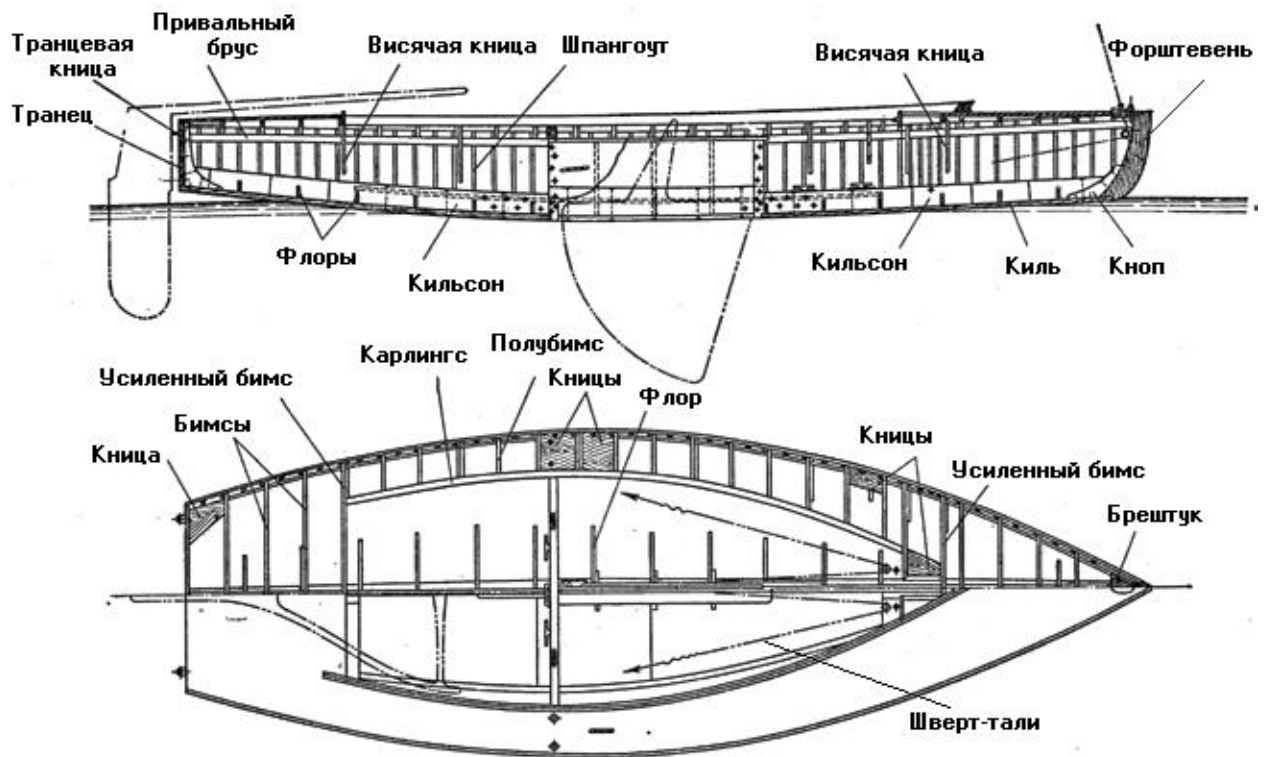

Рис. 26. Конструкция корпуса швертбота
Основное назначение **флоров** - скрепление ветвей шпангоутов, соединение их с килем и укрепление днищевой части обшивки. На флоры у швертботов и мелких килевых яхт обычно кладутся слани. На некоторых швертботах поверх флоров вдоль киля кладется **кильсон**- продольный брус, дополнительно укрепляющий корпус в продольном направлении (рис. 26).
**Швертовый колодец** (см. рис. 26) имеет основание из двух досок, обычно дубовых, притянутых к килю болтами. Поверх основания набраны стенки из более тонких досок. Сзади и спереди колодец ограничен вертикальными стойками, к которым приклепываются основание и стенки. По верхнему обрезу колодца положен планширь. На него ложится резиновый буфер, надетый на болт рычага шверта и предохраняющий колодец от разрушения при ударе болта о планширь. Поперечную устойчивость колодца обеспечивает крепление его к флорам кницами или **шпонками** — вертикально поставленными поперечными досками. Часто колодец укрепляют специальной поперечиной, связывающей колодец (через планширь) с карлингсами и палубным